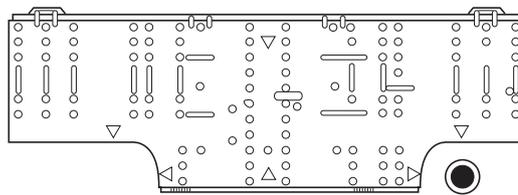

Fig. 3-50
(1) Fixez le panneau arrière au mur à l'aide des 10 vis fournies. (Fig. 3-50)